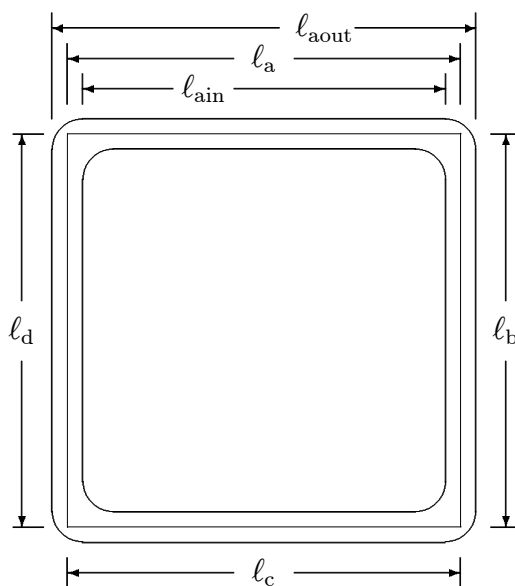

図 8.4: コイル導線の長さの測定
- 式 8.7 でコイルの導線の長さ $l(\text{m})$ は、測定に用いたコイルが幅を持っているので各 4 辺の外側の長さとし、その中間の長さを用いる (図 8.4 参照)。